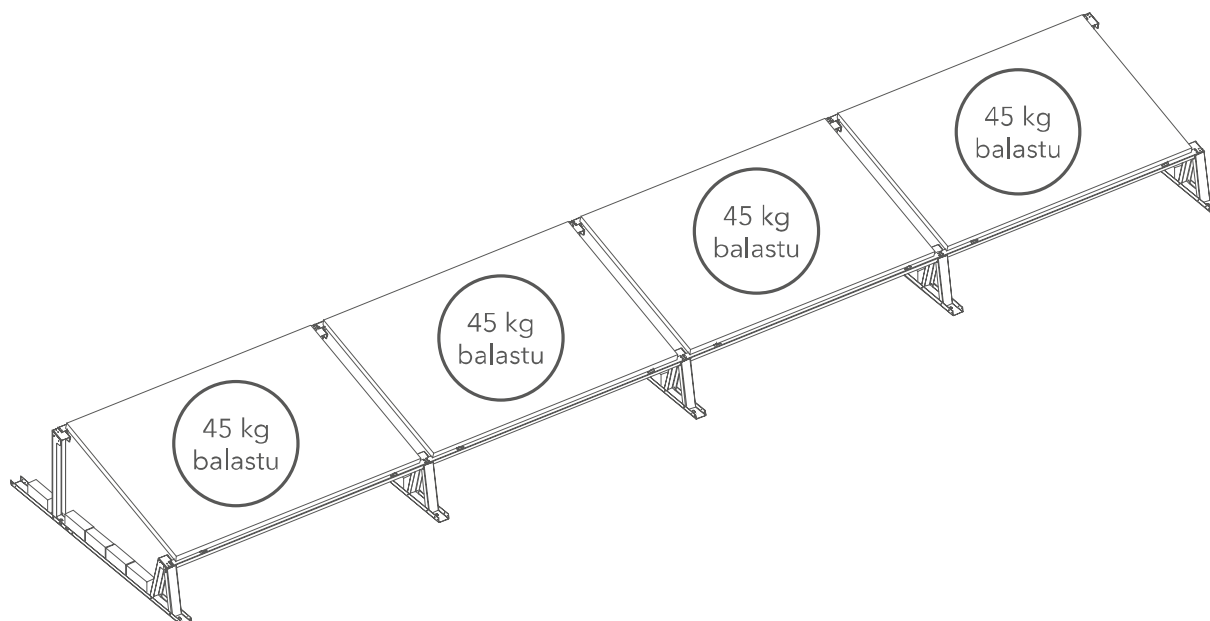

Abb. 8. Verteilung des Ballasts auf eine Reihe von Photovoltaik-Panels
- 7** Wenn es nur eine Reihe von Photovoltaik-Panels gibt, beträgt das Gewicht des Ballasts pro Panel 45 kg (Abb. 8).